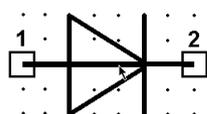
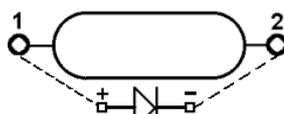

Рис. 13 (Сетка = 2,5 мм)
Рис. 14
Распайка выводов символа DIOD (рис.13) на ножки ПМ KD403A показаны на рис.14.
5. Щелкнуть LB на *Finish* и изменить графику символа в соответствии с рис.13 (рис.15).